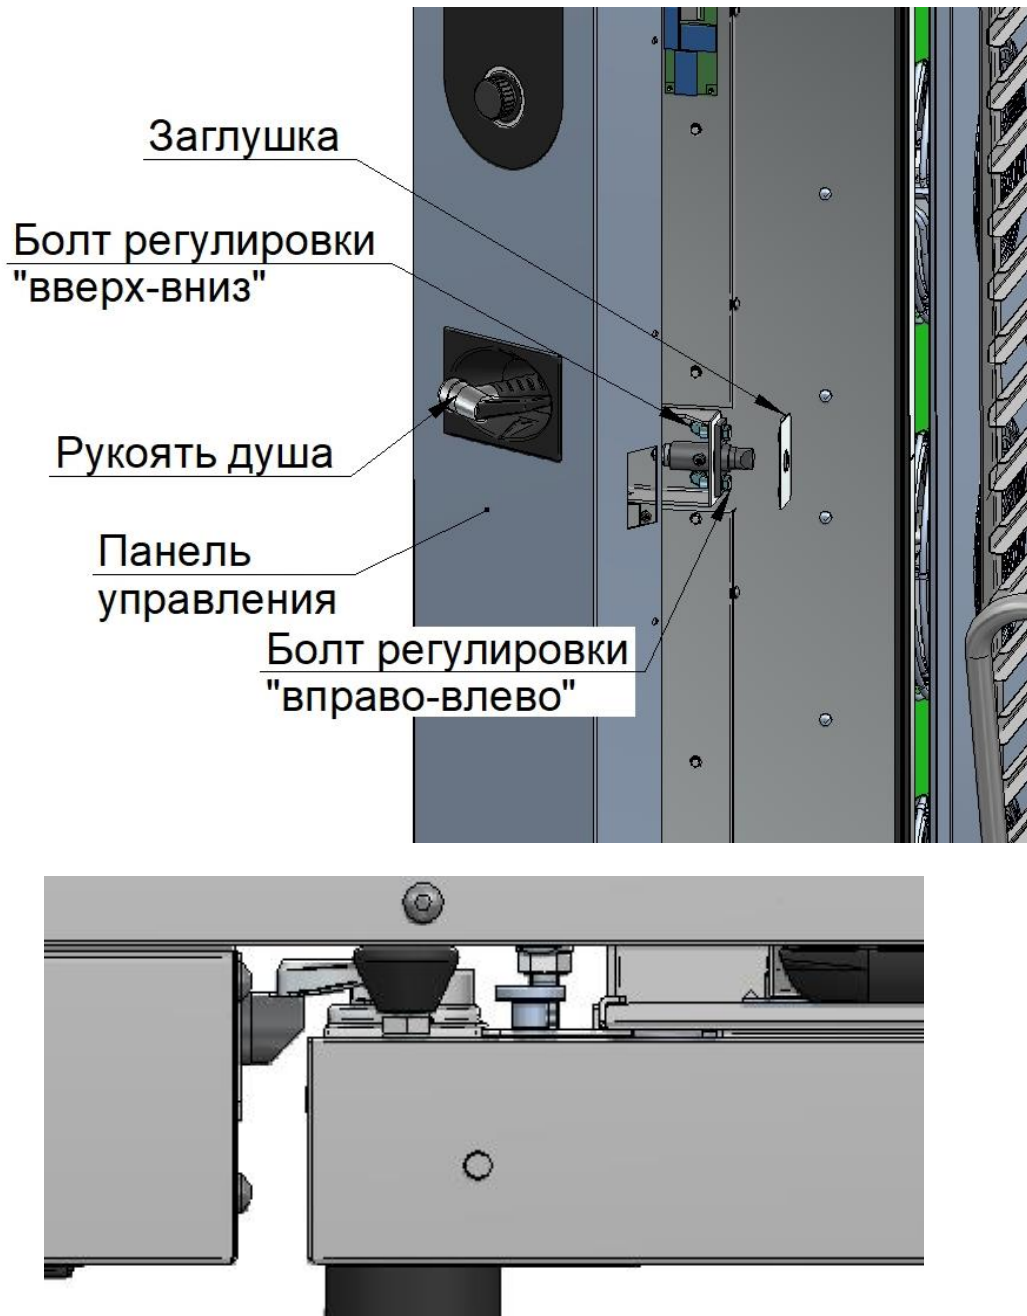

Рис.22 Регулировка замкового устройства
При ослаблении уплотнителя и/или плотности прилегания двери пароконвектомата необходимо отрегулировать положение запорного механизма (см. рис. 22). Для этого необходимо:
- выставить положение механизма байонета и «собачки» замка согласно рис. 22;